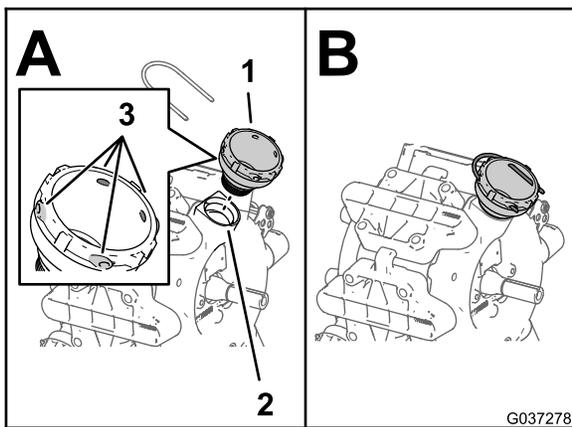
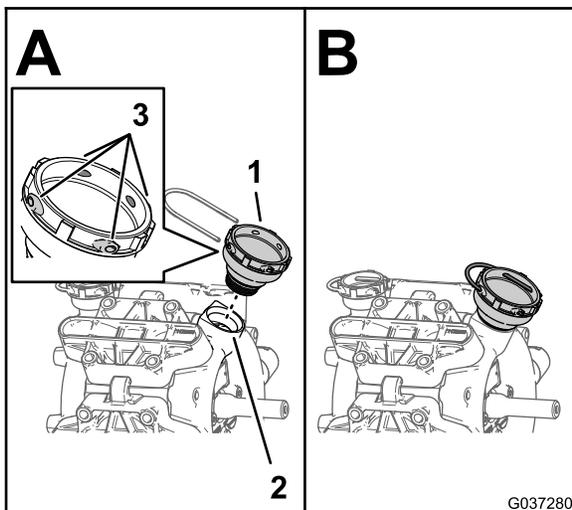

Figura 7
Figura 8
- Montate il raccordo da 1½" (38,1 mm) sul foro di ritorno della pompa (Figura 7 o Figura 8).